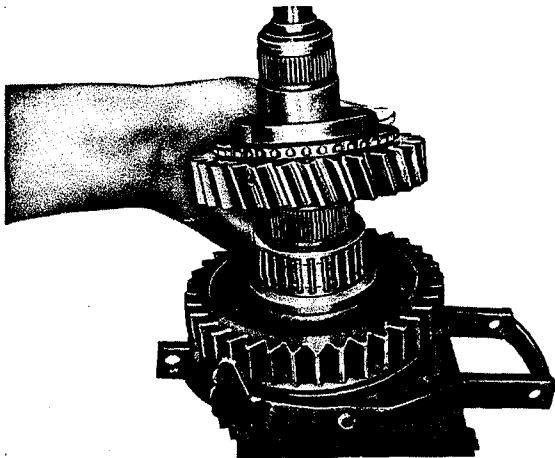

Fig. 31
11. Faire glisser la cage à aiguilles (418) et l'engrenage de la 2e vitesse (417), l'engrenage d'accouplement étant orienté vers le haut, sur l'arbre principal (fig. 31).